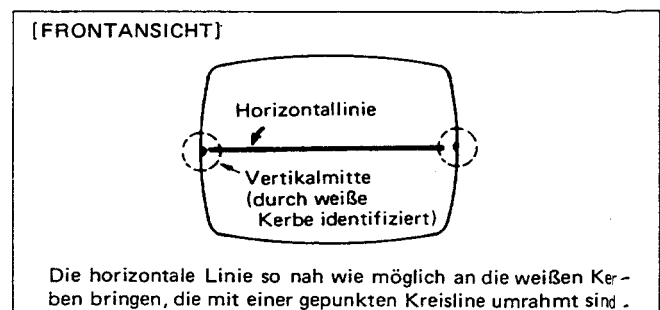

Abb. B-4
6. Prüfen Sie die Vertikalmittenposition durch Anzeige einer horizontalen Linie. (Den Begrenzungs-Service-Schalter von N auf S umschalten, wodurch eine horizontale Linie erscheinen sollte.) Ist dies nicht der Fall, bringen Sie die horizontale Linie in die nächste Mitte, indem Sie die beiden Laschen zusammen unter Beibehaltung des Winkels, in die eine oder andere Richtung drehen. (Abb. B-4).